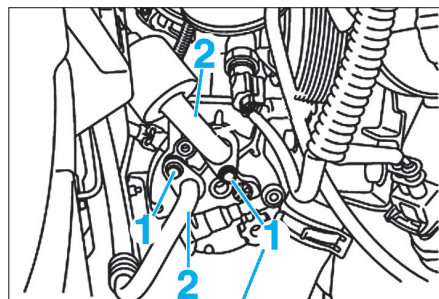

Fig. 3
- Déposer les vis (1) (Fig.3).
- Désaccoupler les conduites du circuit de climatisation (2).